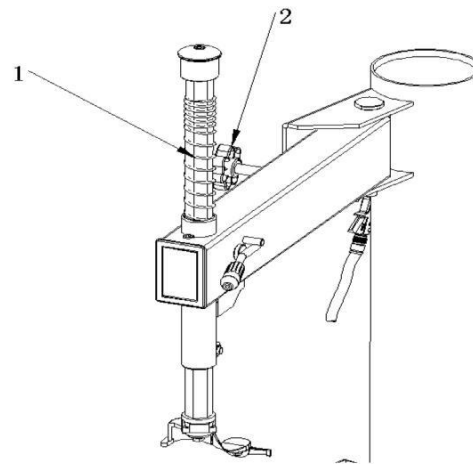

Fig 4-4
Sæt hættten på den lodrette stangfjeder (1) på den lodrette stang. Skru skruen fra den lodrette stanghætte fast igen og brug håndhjulet til at skrue ind i fjederarmens møtrikbøsning som vist på Fig 4-4.